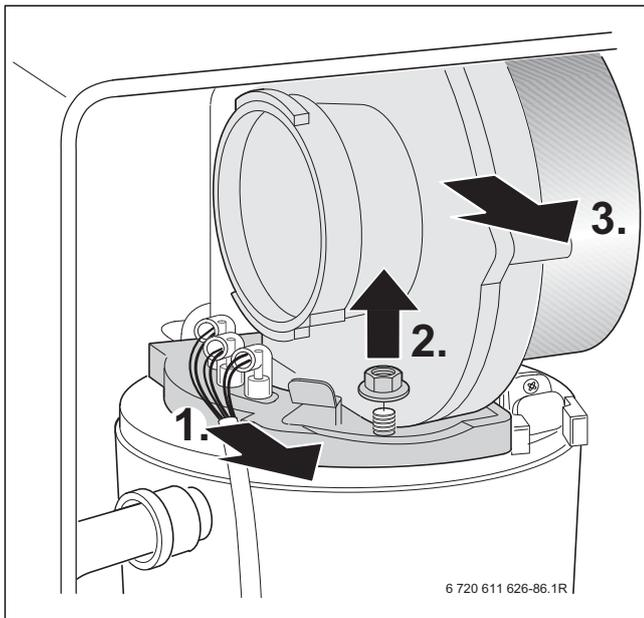

Fig. 74
- ▶ Retirer le câble des électrodes d'allumage et de contrôle, → figure 74.